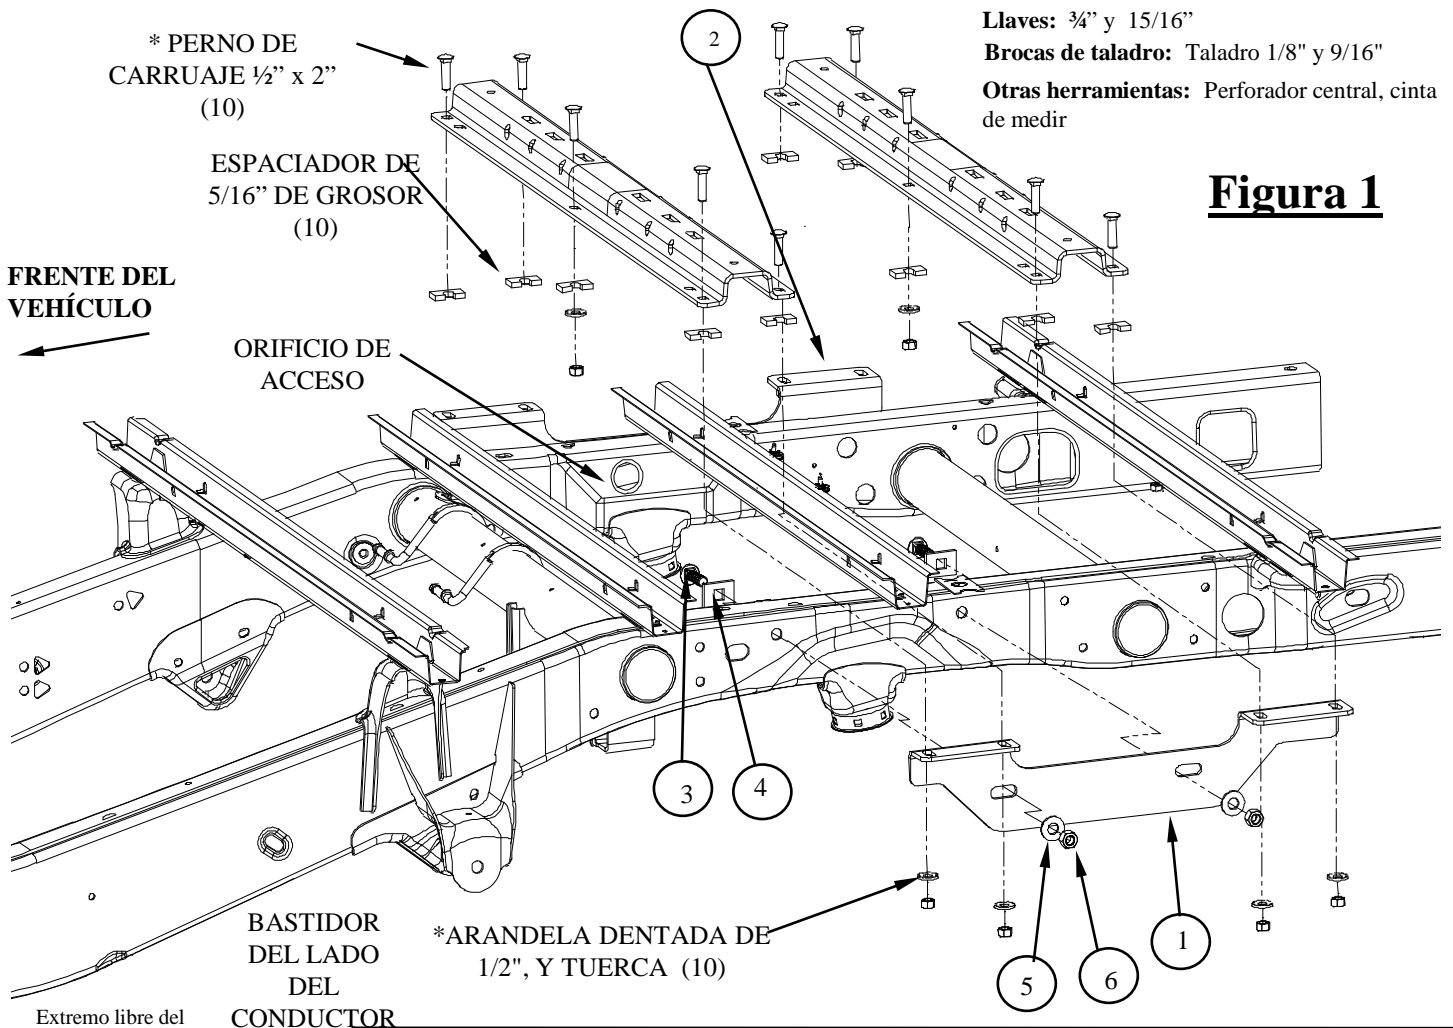

Figura 1
9. Sujete los soportes del bastidor (1 y 2) a los largueros del bastidor del vehículo como se muestra en la figura 1. Inserte un cable de halar de 5/8" (7) por encima de un perno de carruaje de 5/8" x 2" (3). Coloque un espaciador de orificio cuadrado (4) por encima del cable de halar (7). Inserte el extremo libre del cable de halar (7), ver la parte inferior de la Figura 1, dentro del orificio grande acceso en el interior del bastidor. Ver Figura 1. Hale el extremo roscado del perno (3) a través de uno de los orificios de montaje. Verifique que la placa de orificio cuadrado (4) esté encima del perno y el vástago cuadrado del perno esté en el orificio cuadrado. Coloque el soporte sobre el perno. Retire el cable (7). Instale una arandela dentada (5) de 5/8" y una tuerca (6) de 5/8" en el perno (3). Apriete la tuerca a mano (6). Repita para los otros 3 pernos.